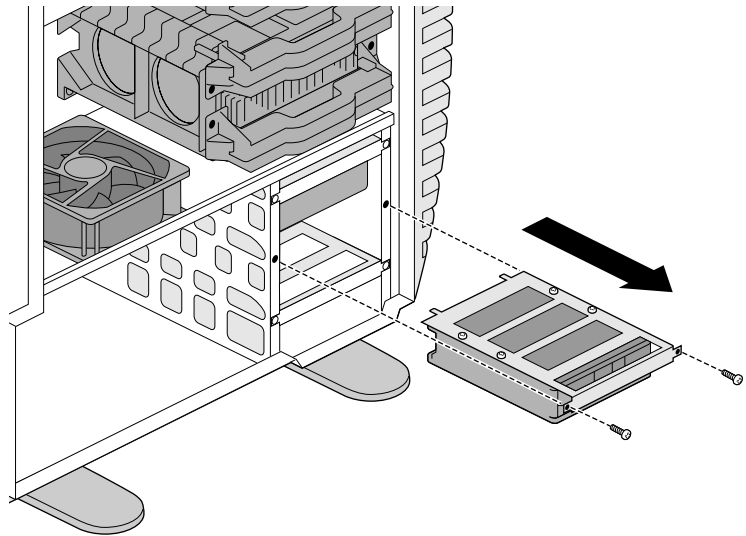

Abbildung 4-18 Ausbau der internen Festplatte und ihrer Halterung
5. Entfernen Sie mit einem Kreuzschraubendreher die beiden Schrauben, mit denen die Laufwerkshalterung am Gehäuse befestigt ist, und nehmen Sie die Halterung mit der Festplatte aus dem Einschub, wie in Abbildung 4-18 dargestellt.